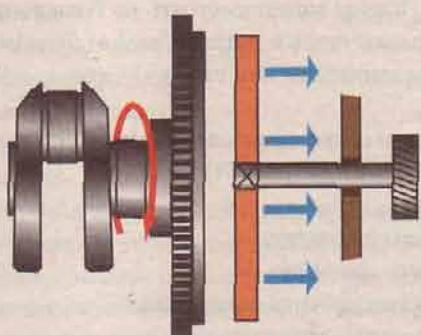

Рис. 33 Сцепление выключено
**Для выключения сцепления** водитель нажимает на педаль, при этом нажимной диск отходит от маховика и освобождает ведомый диск, прерывая передачу крутящего момента от двигателя к коробке передач (рис. 33). Нажимать на педаль сцепления следует достаточно быстрым, но не резким, спокойным движением до конца хода педали.